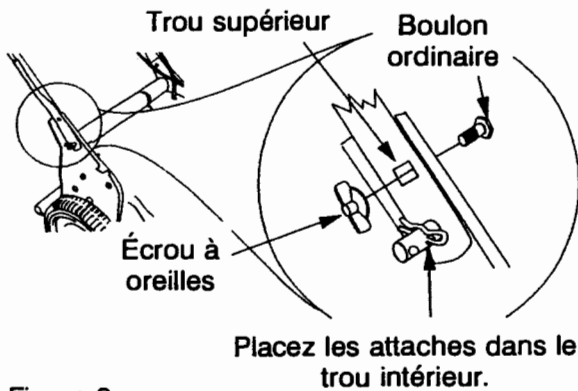

Figure 2
attaches dans le trou intérieur. Voir la figure 2.
- Insérez un boulon ordinaire (fourni dans le sachet de boulonnerie) dans le trou supérieur du support de montage droit du guidon (de l'intérieur vers l'extérieur). Voir la figure 2. Maintenez-le en place avec un écrou à oreilles en plastique. Procédez de la même façon du côté gauche.